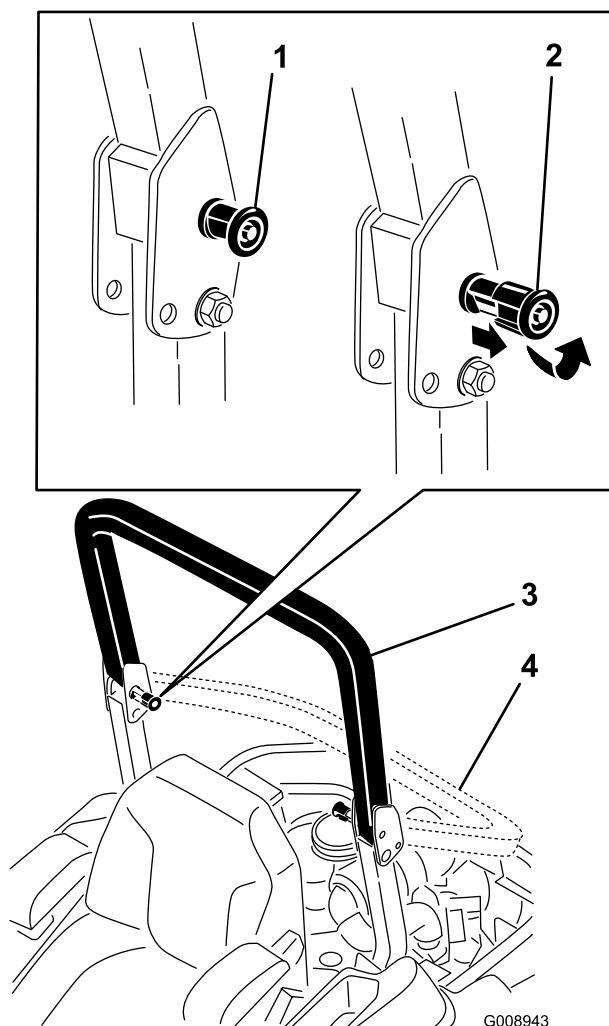

Figura 7
2. Tirate entrambe le manopole e ruotatele di 90° in modo che non siano innestate (Figura 7).
3. Abbassate il roll bar (Figura 7).
4. Per alzare il roll bar, sollevatelo in posizione di funzionamento, ruotate le manopole in modo che si spostino parzialmente nelle scanalature (Figura 7).
5. Sollevate completamente il roll bar premendo contemporaneamente la parte superiore del roll bar e i perni scatteranno in posizione non appena saranno allineati ai fori (Figura 7). Premete il roll bar e assicuratevi che entrambi i perni siano innescati.